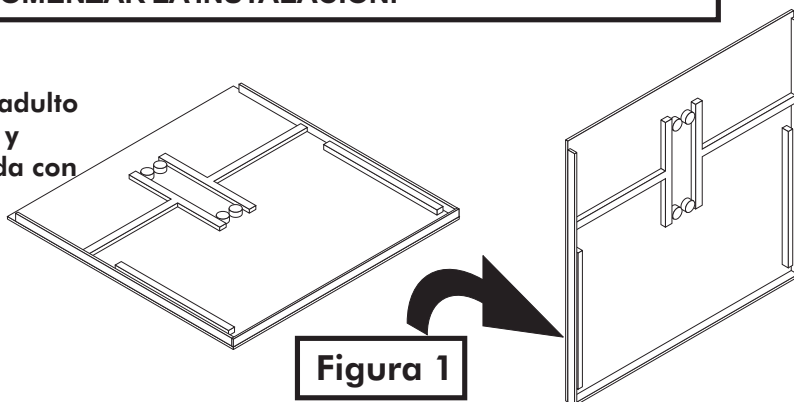

Figura 1
1. Levante la primera mitad de la mesa fuera del empaque del cartón. Cuidadosamente con un adulto en cada lado de la mitad de la mesa levántela y recárguela sobre su extremo (la orilla adjuntada con el extremo del riel) vea la Figura 1.